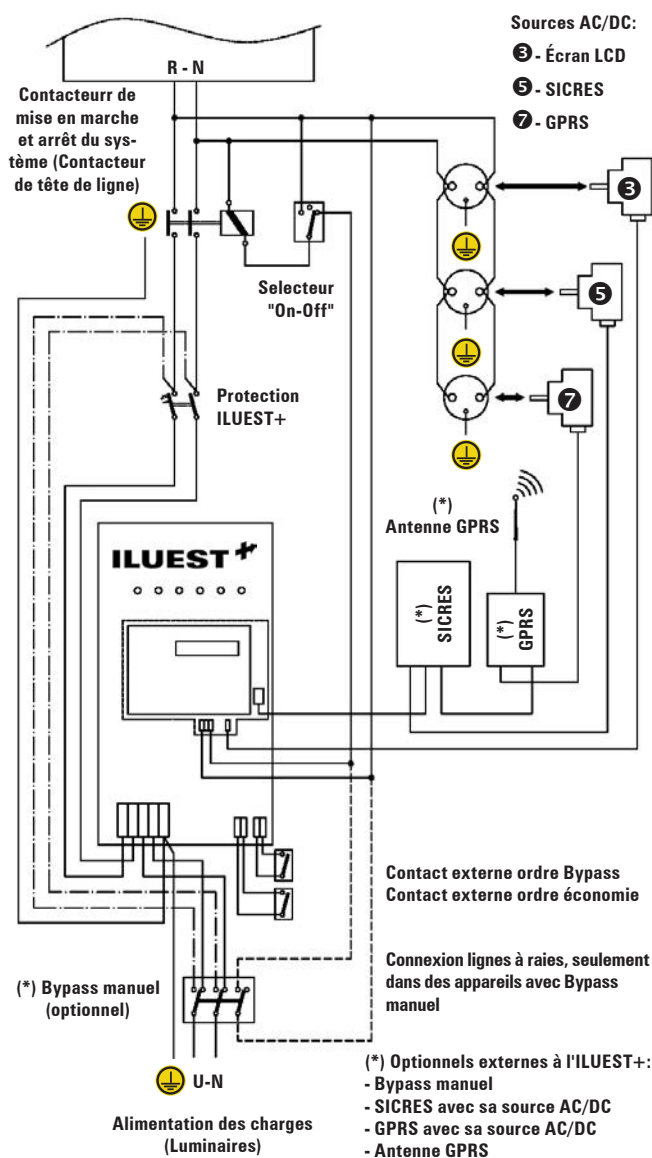

Fig. 19. Schéma connexion exécution (**OEM**) monophasé.
- Appareil sans concentrateur (BM491\*), cf. figures 19 pour appareils monophasés ou 20 pour les triphasés. Il est nécessaire d'alimenter l'écran LCD au moyen de la source d'alimentation fournie avec l'appareil et connectée en amont du contacteur. La bobine du contacteur sera gouvernée à travers un relais situé sur le panneau de contrôle de l'écran LCD.
- La connexion la plus élémentaire correspond à un appareil en exécution (**OEM**) monophasé ou triphasé sans concentrateur ni Bypass manuel (Cf. figures 19 et 20). Dans ces appareils, le contrôle du contacteur de tête est réalisé à
travers le contrôle du synoptique avec écran LCD et l'alimentation de celui-ci à travers un transformateur source d'alimentation AC/DC externe et fournie avec le **kit (OEM)**. Le Bypass manuel, la carte SICRES, le GPRS avec son antenne et les sources d'alimentation AC/DC de ces deux derniers sont optionnels complémentaires bien qu'ils soient représentés sur les figures 19 et 20.
Quand un Bypass manuel est incorporé à une installation avec appareil **(OEM)**, il est nécessaire de réaliser toutes les connexions représentées par des raies sur les figures 19 et 20.
- En position automatique et si l'appareil dispose d'un contacteur de tête connecté comme l'indiquent certaines des figures 19 à 22, pour démarrer/arrêter l'appareil il est possible de le faire avec